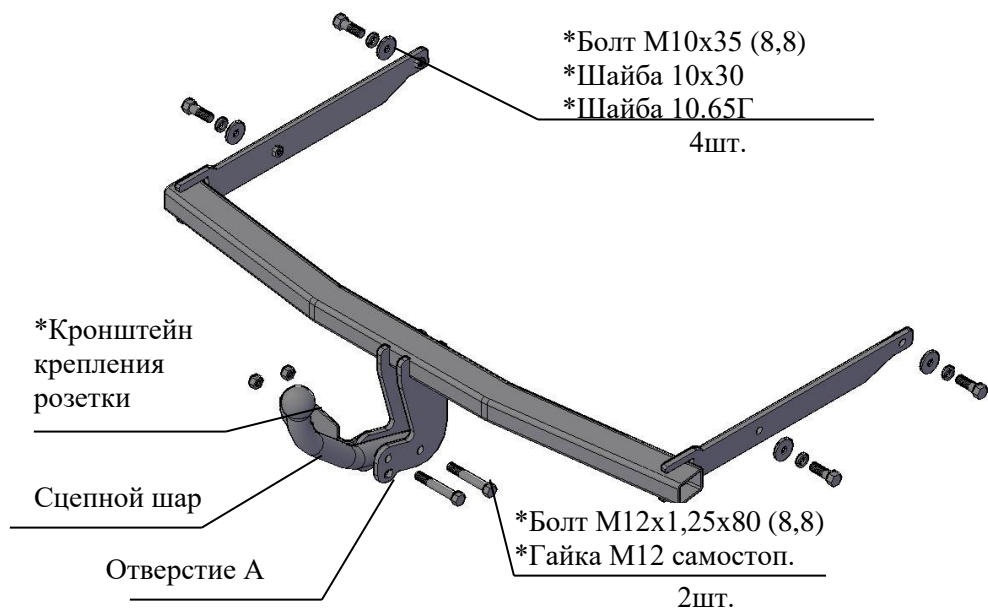

Рис.1 Тягово-сцепное устройство ТСУ 6013
2.1 ТСУ 6013 в сборе (рис.1)	1 шт.
2.2 Пакет с комплектующими (см. рис.1)+защитный колпак	1 шт+1 шт